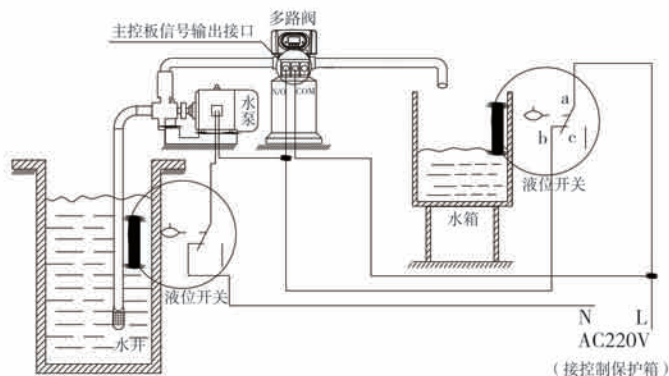

图3-6 通过水箱液位控制220V进水泵的接线图
**应用说明：**对采用地下水或中间水箱供水的系统，可通过储水箱的液位开关与控制阀一起来控制水泵的开启与关闭。其接线如图3-6所示：